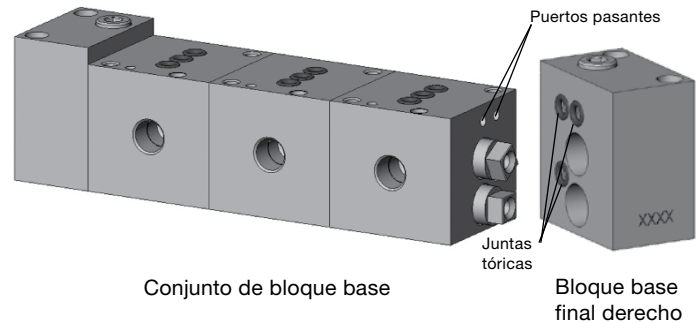

Fig. 3
5. Instale un **bloque base final derecho** en el conjunto, alineando las **juntas tóricas (9-007)** del mismo con los puertos pasantes del último bloque base. Apriete los tornillos de inserción del bloque base final derecho a los insertos del bloque base entre 4,0 y 5,1 N·m (35 y 45 pulg.-lb) a través del bloque base final. Ver Fig. 3.